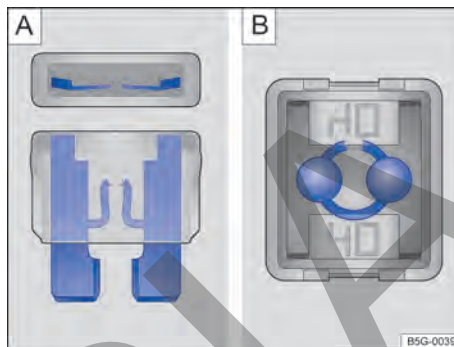

Fig. 176 Fusible quemado: **A** fusible plano, **B** fusible de bloqueo.
- Un *fusible plano* (ATO[®], MINI[®]) quemado es reconocido desde arriba o desde el costado por la carcasa transparente en las bandas metálicas derretidas → fig. 176 [A].
- Un *fusible de bloqueo* (JCASE[®]) quemado es reconocido por las bandas metálicas derretidas desde arriba de la carcasa transparente → fig. 176 [B].